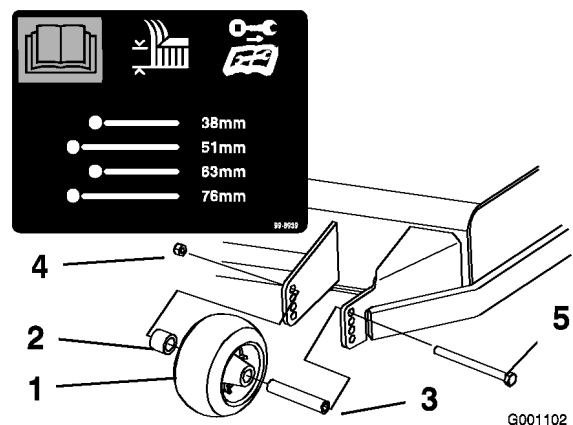
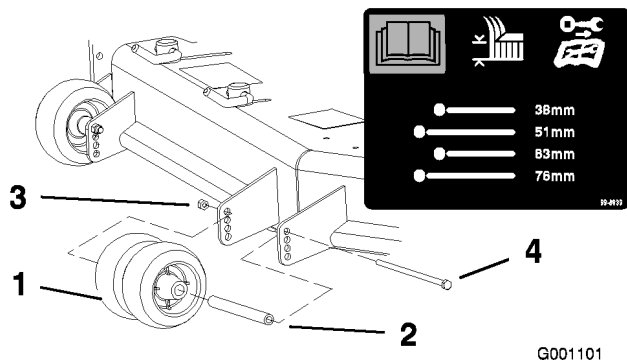
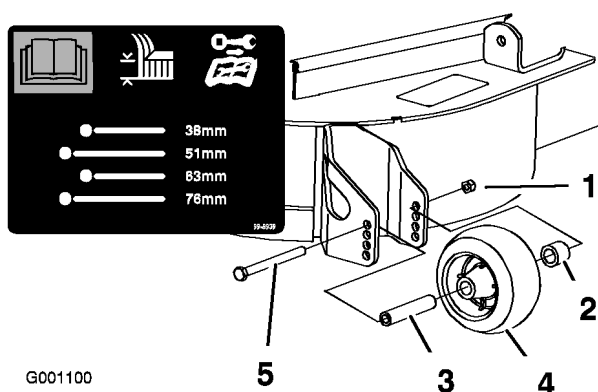

Bild 18
Bild 19
Bild 20
3. Nach dem Einstellen der Schnitthöhe sollten Sie die Rollen einstellen. Nehmen Sie die Bundmutter, die Büchse, das Distanzstück und die Schraube ab (Bild 18, Bild 19 und Bild 20).
Hinweis: Die beiden mittleren Rollen haben keine Distanzstücke (Bild 19).
5. Setzen Sie die Bundmutter, die Büchse, das Distanzstück und die Schraube ein. Ziehen Sie auf 54-61 Nm (Bild 18, Bild 19 und Bild 20) fest.